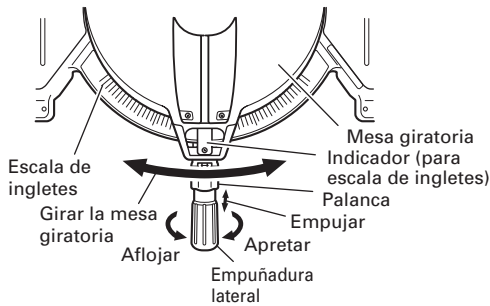

Fig. 22
(1) Afloje la empuñadura lateral y empuja la palanca para los topes de ángulo. Luego, ajuste la mesa giratoria hasta que el indicador se alinee con el ajuste deseado de la escala de ángulos de inglete (Fig. 22).
(2) Vuelva a apretar la empuñadura lateral para asegurar la mesa giratoria en la posición deseada.